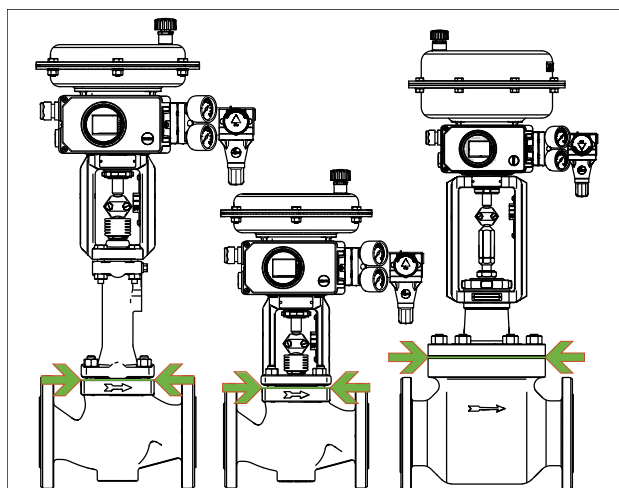

Fig. 13: Límites del aislamiento de válvulas lineales (ejemplo)
- ⇒ Las válvulas lineales solo se pueden aislar hasta la brida tapa del cuerpo, ver Fig. 13. Esto también aplica a las ejecuciones con fuelle o pieza de aislamiento para temperaturas del fluido inferiores a 32 °F (0 °C) o superiores a 428 °F (220 °C). ¡Si también se aísla la pieza de aislamiento, ésta pierde su función!